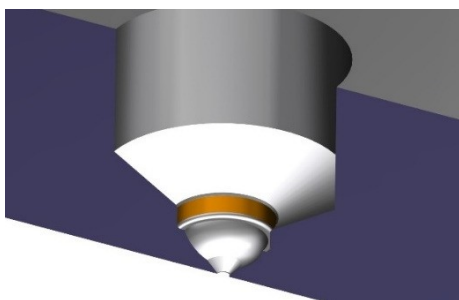

Рисунок 36: Проверка посадочного диаметра под инжектор
- 4) Проверьте посадочный диаметр под инжектор возле точки впрыска (рисунок 36). Он всегда выполняется по качеству ØH6 , если не оговорено иное. Если используется камера расплава, то посадочный диаметр выполняется по качеству ØH7 .